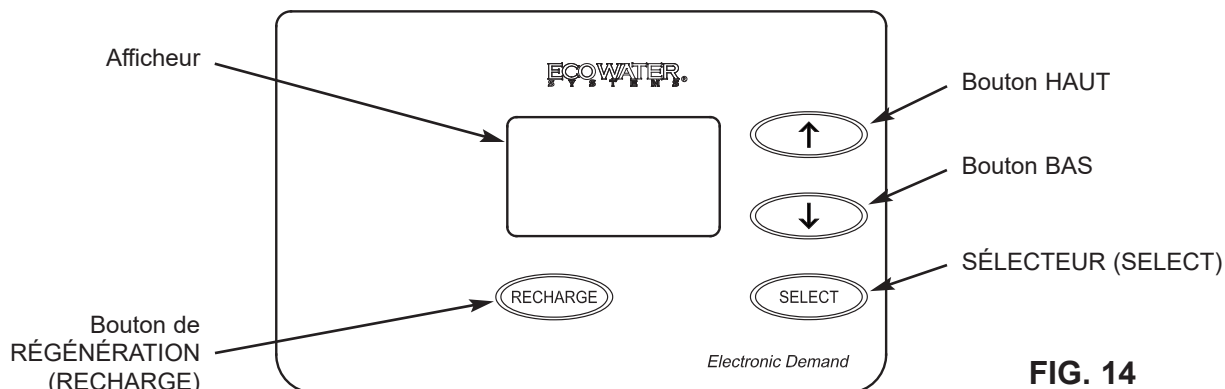

FIG. 14
- Reliez les sections enlevées de la conduite d'eau principale avec un fil de cuivre de calibre 4, fixé solidement à chaque extrémité (cf. Figure 14). Pièces non comprises.
- REMARQUE :** Une erreur typique est d'arrêter de pousser le tuyau lorsqu'il heurte le collier métallique interne ou le joint torique (cf. Fig. 14). Assurez-vous de les dépasser jusqu'à ce qu'au moins 16 mm (5/8 po) de tube soit inséré.